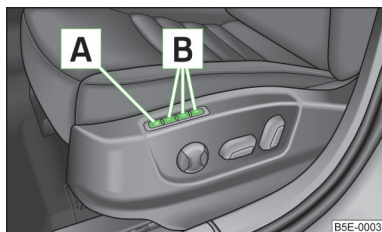

Fig. 50
Funcția Memory pentru scaunul șoferului oferă posibilitatea memorării poziției scaunului șoferului și a oglinzilor exterioare. Fiecăreia din cele trei taste de memorare » fig. 50 îi poate fi alocată câte o poziție de reglare.
- Apăsăți tasta » fig. 50.
- Apăsăți tasta de memorare dorită » fig. 50.
- Apăsăți scurt tasta de memorare dorită » fig. 50 când contactul este decuplat și portiera șoferului deschisă.
- Apăsăți și mențineți apăsată o tastă oarecare de memorare » fig. 50 la pagina 70. După ce scaunul a trecut în poziția memorată la tasta respectivă, apăsați simultan tasta de pe cheia cu telecomandă, în interval de 10 secunde.
- Apăsați și mențineți apăsată tasta **[SET] [A]** » fig. 50 la pagina 70. Apăsați simultan tasta **[A]** de pe cheia cu telecomandă, în decurs de 10 secunde.